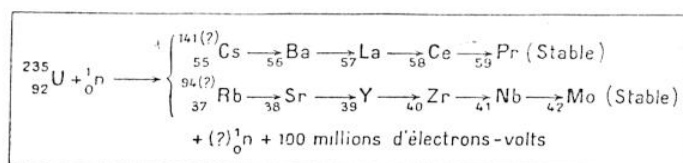

FIG. 1. — SCHÉMA DE LA RUPTURE DU NOYAU D'URANIUM BOMBARDÉ PAR UN NEUTRON
La masse atomique exacte de cet isotope n'est d'ailleurs pas exactement égale à 235. Les neutrons et les protons qui forment les édifices nucléaires ont des masses légèrement supérieures à l'unité (2), et, de plus, les forces nucléaires absorbent une certaine partie de la masse totale dans ce qu'on est convenu d'appeler la « cohésion » ou « perte de masse » dans le noyau atomique. Il s'ensuit donc que la réaction schématisée dans le diagramme de la figure 1 ne doit pas être prise à la lettre. On ignore les masses exactes, à la troisième décimale près, de l'uranium 235, du césium 141 et du rubidium 94. On n'est même pas sûr que les chaînes radioactives soient celles qui figurent sur ce schéma. Ainsi, si le césium formé avait une masse de 140 unités et le rubidium une masse de 93 unités, ce ne serait plus un neutron, mais trois neutrons qui
(1) Des isotopes sont des éléments qui occupent le même rang dans la classification de Mendéléjeff, mais dont les masses atomiques sont différentes. Ils possèdent donc le même nombre d'électrons planétaires gravitant autour du noyau (nombre qui définit leur rang) et par suite leurs propriétés chimiques sont les mêmes. Mais leurs noyaux renferment un nombre de neutrons différent pour chacun d'eux, alors que le nombre des protons, égal à celui des électrons planétaires, ne varie pas. Par suite, la masse du noyau, somme des masses des protons et neutrons qui y sont rassemblés, varie de l'un à l'autre. On connaît un grand nombre d'isotopes pour la plupart des éléments, et l'isolement de ces isotopes présente de graves difficultés, ainsi qu'on en aura l'exemple plus loin.
(2) Rappelons que par définition la masse de l'atome d'oxygène est fixée à 16. Les masses de tous les autres atomes s'en déduisent. La masse du proton (noyau de l'atome d'hydrogène est ainsi : 1,0081. Celle du neutron n'en diffère pas sensiblement : 1,0010.
Du fait de la disparition d'une fraction des masses en présence, on calcule, et l'observation le confirme, qu'il y a dégagement d'une quantité considérable d'énergie. On remarque sur le schéma de réaction de la figure 1, que nous admettons intégralement pour la commodité de l'exposé que les 235 particules qui forment le noyau de l'uranium, recevant la particule neutronique, forment un édifice instable comprenant 236 particules, dont 92 protons. Les deux noyaux de césium et de rubidium rejetés entraînent respectivement 141 particules, dont 55 protons, et 94 particules, dont 37 protons. La somme totale des particules étant 235, il reste donc 1 particule neutre à la suite de cette scission. Le neutron incident se retrouve donc à la fin du phénomène, et si les noyaux environnants sont encore des noyaux d'uranium 235, le phénomène va recommencer, et ainsi de suite jusqu'à épuisement complet de tous les noyaux 235 de l'échantillon où a débuté la réaction lorsque le premier neutron efficace l'a frappé. Il faut évidemment plus d'un neutron pour donner lieu à ce déploiement d'énergie. Tous les projectiles n'atteignent pas le but, qui n'est autre que la cible offerte par chaque noyau d'uranium 235. Mais point n'est besoin de disposer d'une source considérable de neutrons, à condition que la substance irradiée contienne une forte majorité d'uranium 235. S'il en était autrement, chaque noyau « parasite » (uranium 238, oxygène, etc.) serait susceptible d'« avaler » les neutrons primaires (provenant de la source de neutrons) ou secondaires (provenant de la scission d'un noyau 235 frappé par un neutron primaire) sans donner lieu au dégagement d'énergie particulier à la scission du noyau 235. Ces neutrons seraient par conséquent perdus. Si par ailleurs, les familles radioactives formées à la suite de la scission étaient telles qu'il y ait plus d'un neutron libéré après chaque scission individuelle, et la chose est presque certaine, on voit aisément que les réactions successives seraient de plus en plus fréquentes, vu qu'à chaque neutron incident ou secondaire correspondraient deux ou plusieurs neutrons secondaires, tertiaires, etc. Le nombre de neutrons croîtrait ainsi en progression géométrique. En supposant que la « raison » de cette progression soit seulement 2, au bout de 10 rencontres le neutron incident ayant provoqué la première rupture aurait donné naissance à un millier de neutrons secondaires. On admet que les neutrons secondaires, profitant de meilleures conditions